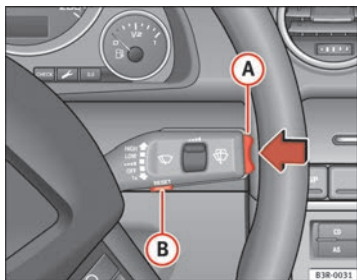

Abb. 60 Scheibenwischerhebel: Bedienelemente des Bordcomputers
Durch Drücken der Reset-Taste **(B)** ⇒ **Seite 89, Abb. 60** kann zwischen den Funktionen 1 und 2 des Bordcomputers umgeschaltet werden.
Durch kurzes Drücken des Funktionswahlschalters oder der **Reset**-Taste => **Abb. 60** können Sie den Fahrzeitalarm abstellen.
- Drücken Sie oben oder unten auf den Funktionswahlschalter **A** ⇒ Abb. 60. Dadurch werden die Funktionen des Bordcomputers in den jeweiligen Speicherebenen nacheinander angezeigt.